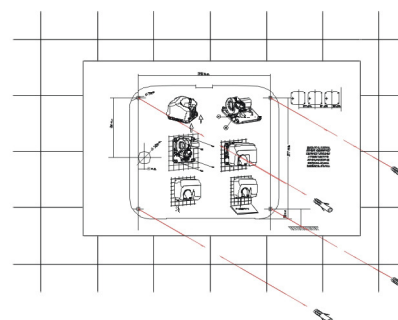

Fig. 6
1. Wywierć cztery otwory Ø8 mm korzystając z dostarczonego szablonu. Oczyszczyć wywiercone otwory. Wstaw w nie cztery kołki tak, by nie wystawały z powierzchni (patrz Rys. 6).